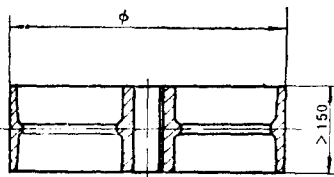

图10 皮带轮
1) 零件的高度：如皮带轮的高度大于150毫米，见图10。底、盖箱铸件的尺寸，全部划在一块车板上，这样车板势必